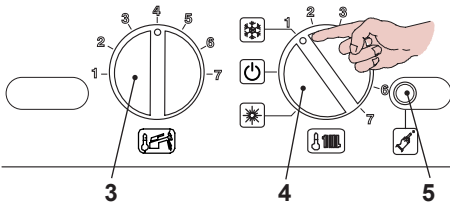

Fig. 5.33
- Prima di alimentare elettricamente la caldaia posizionare le manopole 3 e 4 come indicato in Fig. 5.33.
- Per settare il funzionamento con Termostato bisogna entrare nella programmazione premendo per 10 secondi il pulsante di ripristino 5, in Fig. 5.33 fino alla comparsa del parametro **P01** sul display LCD; sul display LCD compare la seguente visualizzazione (la sequenza **P01** si alterna ---).
- Premere più volte il pulsante di ripristino 5, in Fig. 5.33 per lo scorrimento dei vari parametri, sino al raggiungimento del parametro **P03**, valido per la verifica del funzionamento del bollitore con termostato. Il valore che si visualizza nel LCD è già impostato e deve essere **04**.
- Una volta verificato entrare nel parametro di programmazione **P04** e verificare a sua volta che il parametro impostato sia **04** riprendendo il pulsante di ripristino 5 in Fig. 5.33.
- Per settare il funzionamento con Sonda NTC bisogna entrare nella programmazione premendo per 10 secondi il pulsante di ripristino 5, in Fig. 5.33 fino alla comparsa del parametro **P01** sul display LCD; sul display LCD compare la seguente visualizzazione (la sequenza **P01** si alterna --- --).
- Premere più volte il pulsante di ripristino 5, in Fig. 5.33 per lo scorrimento dei vari parametri, sino al raggiungimento del parametro **P03**, valido per la verifica del funzionamento del bollitore con sonda NTC.
- Il valore che si visualizza nel LCD è **04**, ruotare la manopola settaggio caldaia 3 in Fig. 5.33, portandola al minimo.
La seguente tabella mette in correlazione il settaggio della manopola caldaia 3 in Fig. 5.33 con la visualizzazione presente nel LCD per il parametro **P03**.
- Ripremere il pulsante di ripristino 5 per entrare nella programmazione **P04**, il valore di partenza visualizzato dal LCD è **04**, ruotare la manopola di settaggio caldaia 3 in Fig. 5.33 di 90° in senso orario, il valore visualizzato dal display LCD derivante da questa operazione sarà **04**.
La seguente tabella mette in correlazione il settaggio della manopola caldaia 3 in Fig. 5.33 con la visualizzazione presente nel LCD per il parametro **P04**.